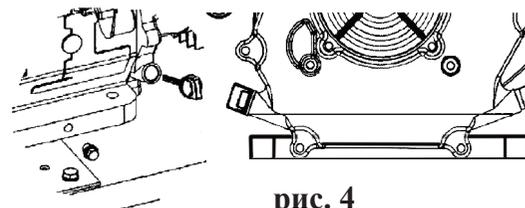

рис. 4
(рис. 4). Проверьте уровень масла.
7.6.1 На прогревом до рабочей температуры двигателе вывинтите пробку для слива масла **15** (рис. 1), под сливным отверстием разместите вспомогательную ёмкость. После прекращения истечения масла установите пробку на штатное место и затяните. Залейте масло в горловину, удалив щуп **2** (рис. 1) до нижнего края заливного отверстия (рис. 4). Проверьте уровень масла.